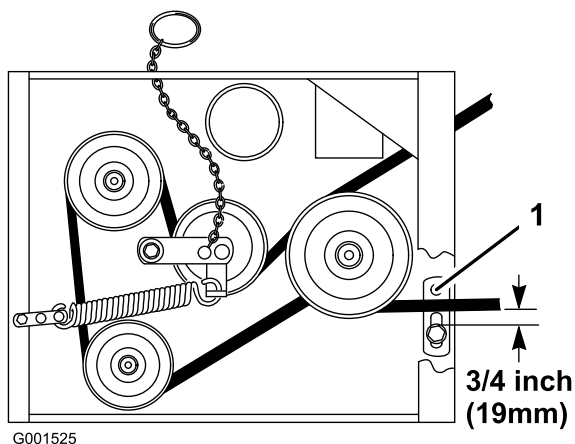

Figure 56
8. Vérifiez que le guide de courroie sous le bâti du moteur est réglé correctement (Figure 56).
Remarque: Le guide de courroie et la courroie du tablier de coupe doivent être espacés de 19 mm (3/4 po) quand la courroie est engagée (Figure 56). Réglez la courroie du tablier de coupe au besoin. La courroie désengagée ne doit pas traîner ni tomber de la poulie quand les guides et la tension de la courroie sont réglés correctement.